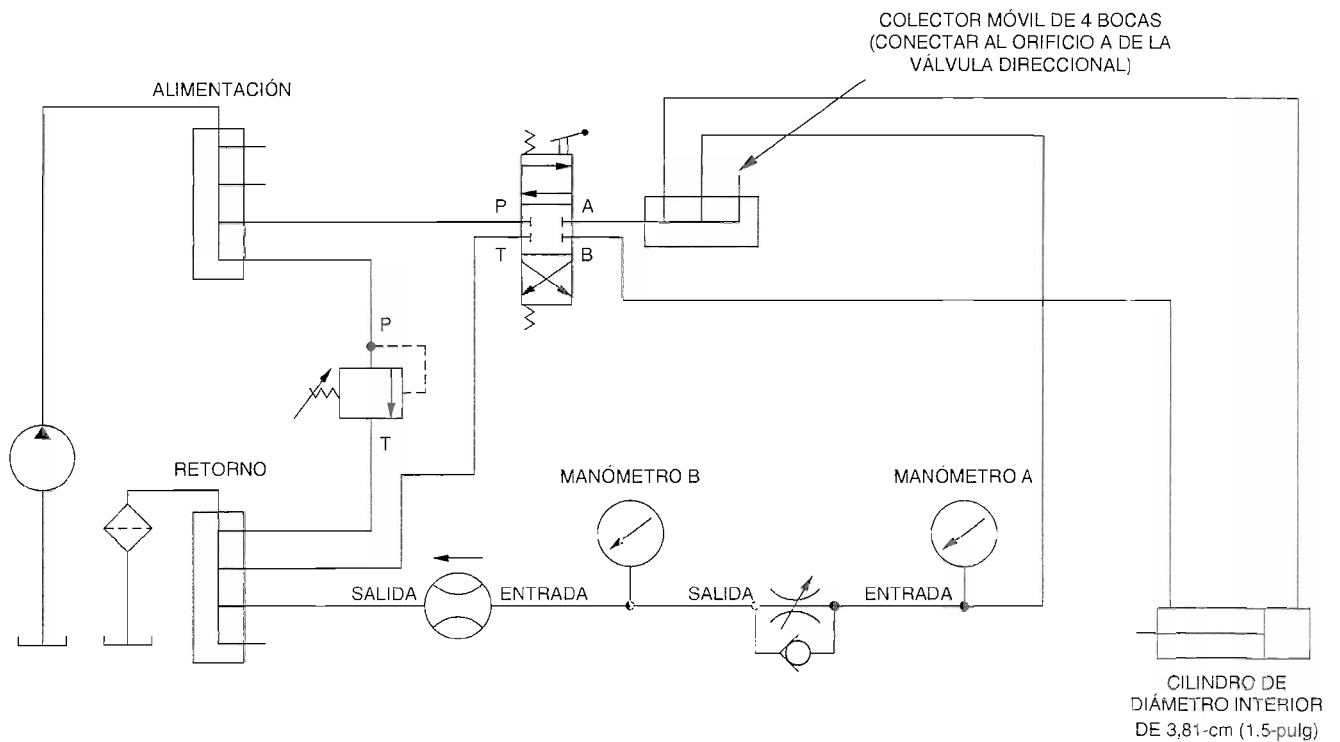

Figura 2-33. Circuito de control de flujo de paso.
35. Conecte el circuito mostrado en la Figura 2-33. Este circuito desvía el flujo extra directamente al depósito por medio de la válvula de control de flujo no compensada. Observe que la válvula de control de flujo no compensada debe estar conectada de manera que las flechas apunten hacia la bomba.